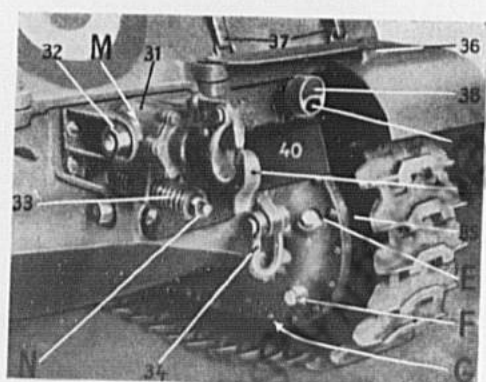

Bild 42.
Seitenvorgelege des Triebwerkes. Man prüfe den Ölstand nach Abnahme der Prüfschraube (F), wenn nötig Ölfüllung ergänzen (E, Bild 42).